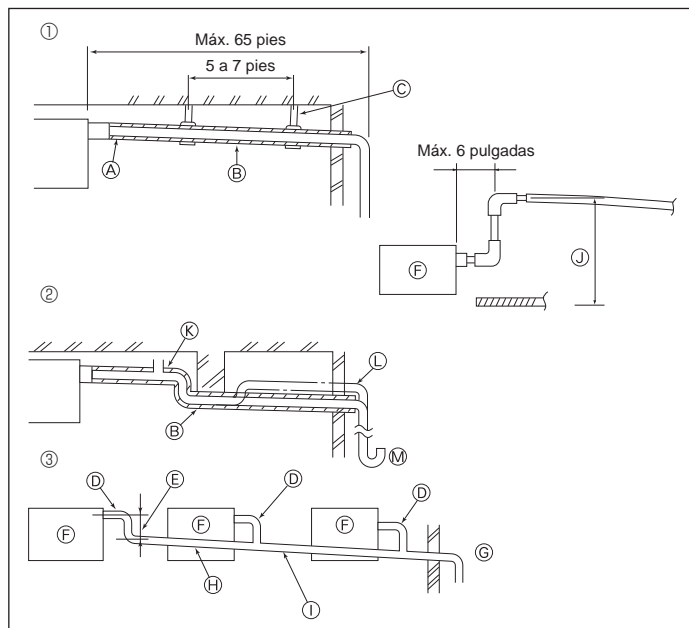

Fig. 3-1
3.1. Tubería de drenaje (Fig. 3-1)
- ① Tubería correcta
- ② Tubería incorrecta
- ③ Agrupación de tuberías